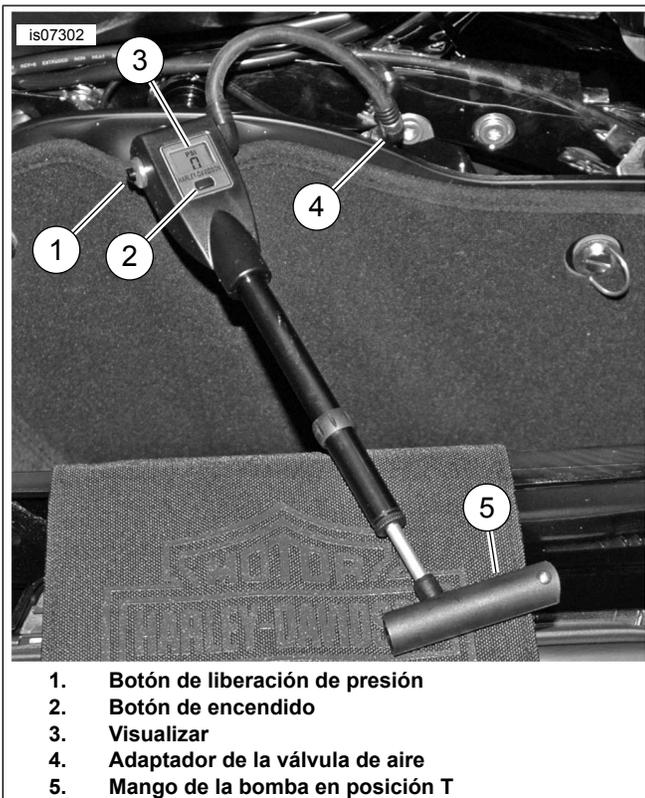

Figura 2. Kit de bomba digital para suspensión de aire Touring
- Vea Figura 2. Para ENCENDER la pantalla, presione el botón de encendido (2). Para APAGAR la pantalla, presione el botón de encendido.
- La bomba mostrará la presión en PSI o KPa. Para cambiar la unidad de medida, presione el botón de encendido (2) mientras la pantalla está ENCENDIDA y manténgalo presionado durante 5 segundos.
1. Quite la tapa de la válvula de la suspensión de aire y conecte el adaptador de válvula de la bomba (4) a la válvula de aire, como se muestra en Figura 2.
2. Presione el botón de encendido (2) para ENCENDER la pantalla.
3. Para aumentar la presión, tire del mango (5) totalmente hacia afuera y gire el mango a la posición T. Mueva el mango de la bomba de aire hasta que aparezca la presión deseada del sistema en la pantalla (3).